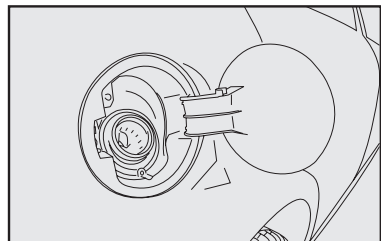
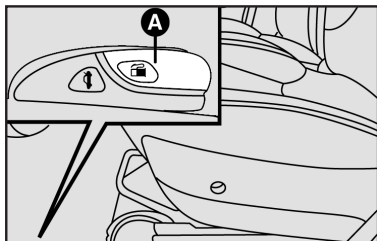

fig. 118
fig. 119
El acceso a la tapa de combustible se logra abriendo la puerta **fig. 118** por medio de la palanca **A-fig. 119**. Tire de la palanca por la parte delantera.
- Gire la tapa en sentido antihorario hasta que esta se libere **fig. 118**.